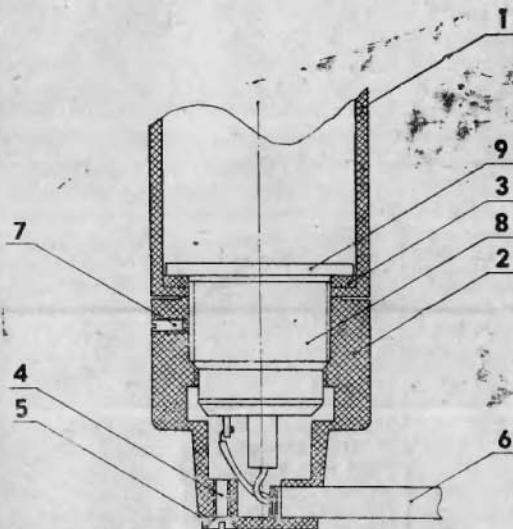

Рис. 2.
7.3. В случае нарушения герметизации в месте соединения стакана 1 (рис. 2) камеры с корпусом 2 замените герметизирующую прокладку 3, взяя запасную из комплекта поставки, следующим образом: